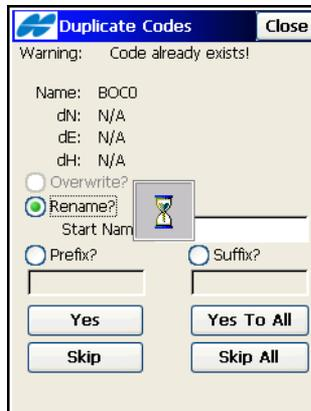

Abbildung 5-6. Doppelte <Objekte>
11. Wenn die Namen importierter Objekte mit den Namen von Projektobjekten übereinstimmen, wird der Dialog *Doppelte Objekte* (Abbildung 5-6) geöffnet, um den Verlust von Punkten, Straßen oder Punktlisten zu verhindern.